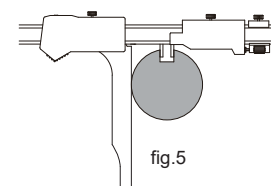

fig.5
- Retournez le pied à coulisse de 180°, insérez la mâchoire de mesure de rainure dans la fente à mesurer, réglez le dispositif de réglage fin pour que la mâchoire de mesure de rainure soit en contact avec la fente, serrez la vis de blocage de la rainure, déplacez la mâchoire du pied à coulisse pour qu'elle soit en contact avec la pièce à mesurer (fig. 5), puis notez la valeur de symétrie " b " affichée à ce moment-là. Calculez la différence entre les deux lectures " Δ ".